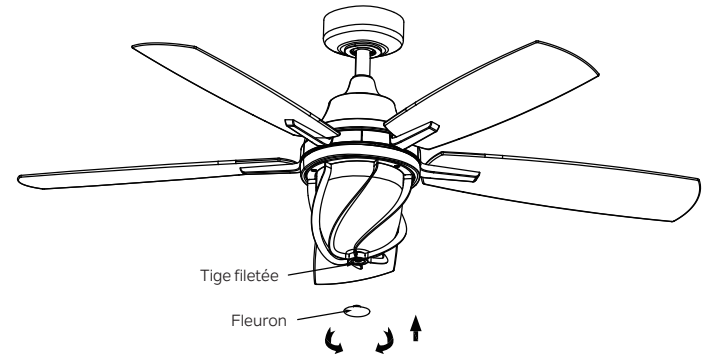

Fig. 25
Étape 6. Vissez le fleuron dans la tige filetée du kit d'éclairage. (Fig. 25)